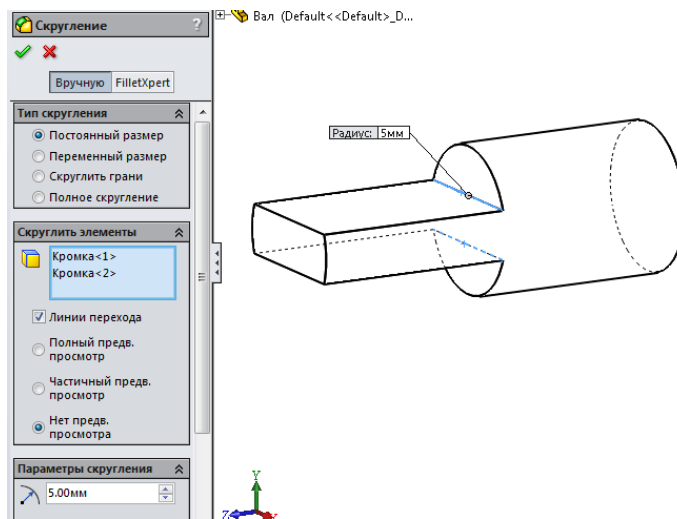

Рисунок 5.10 – "Невидимые линии"
14. На панелі інструментів "Вид" натисніть кнопку "Невидимые линии" пунктиром (рис. 5.10).
15. Розверніть деталь так, як показано на рис. 5.10 і виберіть дві кромки між гранями витягнутого вирізу і перпендикулярній до них грані циліндричної основи.